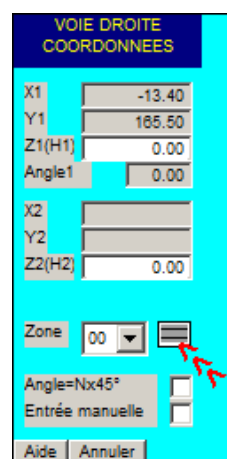

Figure VISU-6: accès à la fenêtre de couleurs et options de voies depuis le menu de coordonnées.
- Depuis le menu de coordonnées, en phase d'ajout de segment (figure VISU-6), en cliquant sur le segment de voie à droite de la liste déroulante des numéros de zones. Ce rectangle représente un tronçon de voie associé à la zone sélectionnée.